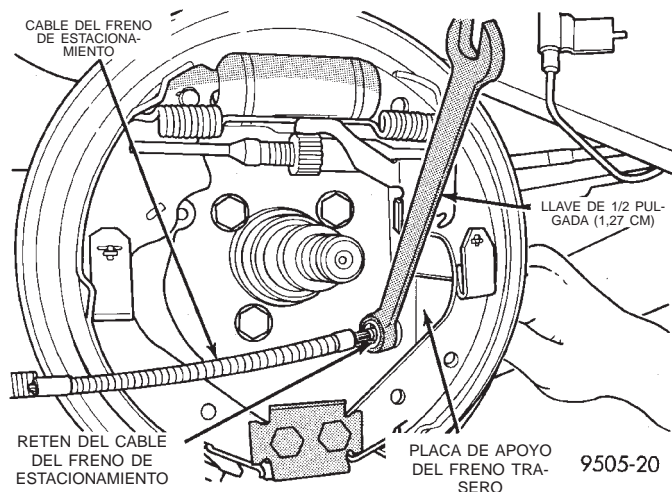

Fig. 152 Desmontaje del cable del freno de estacionamiento de la placa de apoyo del freno
(20) En los vehículos que tienen instalados frenos traseros de tambor, retire el cable del freno de estacionamiento (Fig. 152) de la placa de apoyo del freno trasero. Para retirar el cable del freno de estacionamiento de la placa de apoyo del freno, utilice una llave de 1/2 pulgada (1,27 cm) como se muestra en (Fig. 152) para comprimir las lengüetas de fijación en el retén del cable del freno de estacionamiento.